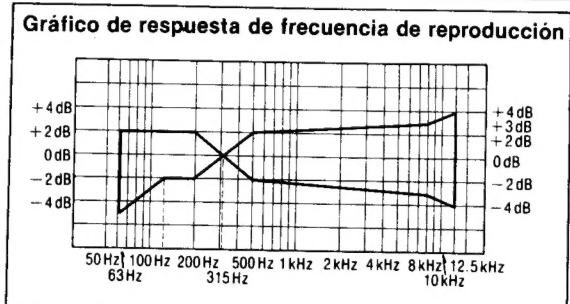

Fig. 8
5. Asegurarse de que el valor medido está comprendido dentro de la gama especificada en el gráfico de la respuesta de frecuencia (mostrado en la Fig. 8).